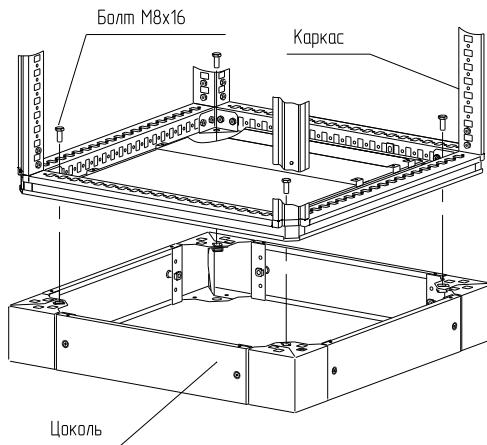

Рисунок 8
4.3.5 Установите каркас на цоколь и закрепите четырьмя болтами M8×16 (рисунок 8).